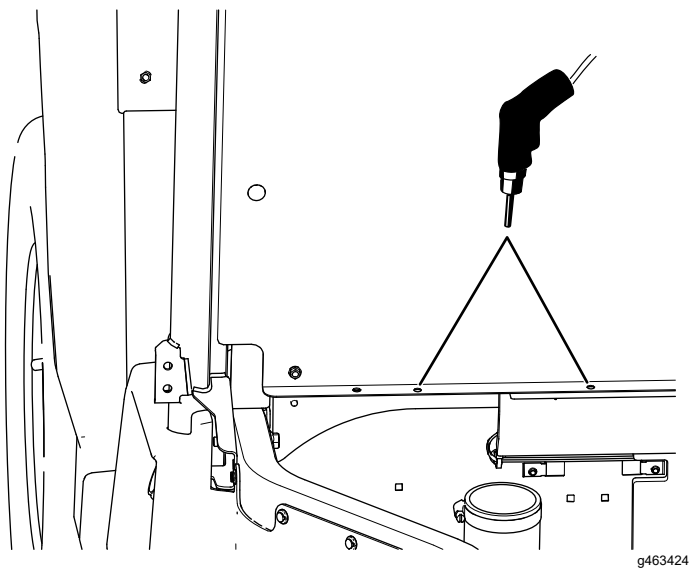

Figura 64
- D. Aparte la cubierta de admisión de la CVT y perfore los 2 orificios ($11/32"$) en el panel del asiento (Figura 64).